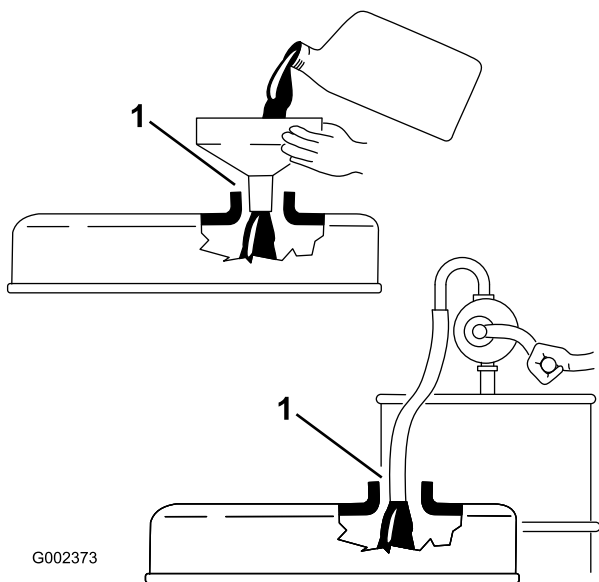

Figura 22
**Importante:** Al añadir o reponer aceite de motor, debe haber un espacio entre el dispositivo de llenado de aceite y el cuello de llenado de aceite de la tapa de las válvulas, según se muestra en Figura 22. Este espacio es necesario para permitir la ventilación al añadir aceite.